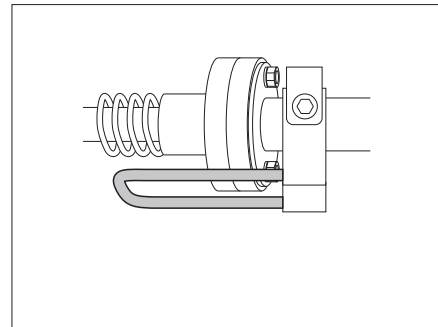

Bild 155 Sicherungshebel in Stellung gesichert
- Vor der Benutzung des Bettes prüfen, ob sich der Sicherungshebel in der gesicherten Position befindet (Bild 155).
- Sicherungshebel in die gesicherte Position stellen (Bild 155).